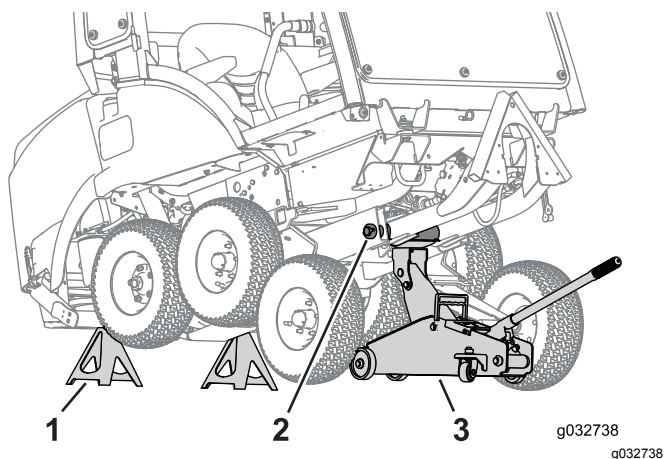

Figure 88
4. Soulevez le cadre d'hiver sur une chandelle (Figure 88).